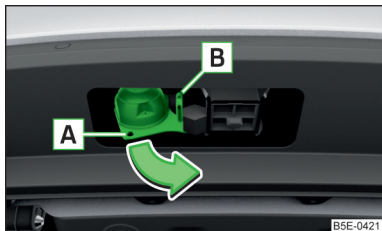

Abb. 307
- › Die 13-polige Steckdose im Bereich **A** fassen und in Pfeilrichtung ausschwenken » Abb. 307.
- › Die Abdeckkappe der Steckdose aufklappen und den Stecker des Anhängers (des Zubehörs) in die 13-polige Steckdose **A** einstecken » Abb. 307. (Wenn der Anhänger/das Zubehör über einen 7-poligen Stecker verfügt, einen Adapter aus dem ŠKODA Original Zubehör verwenden).